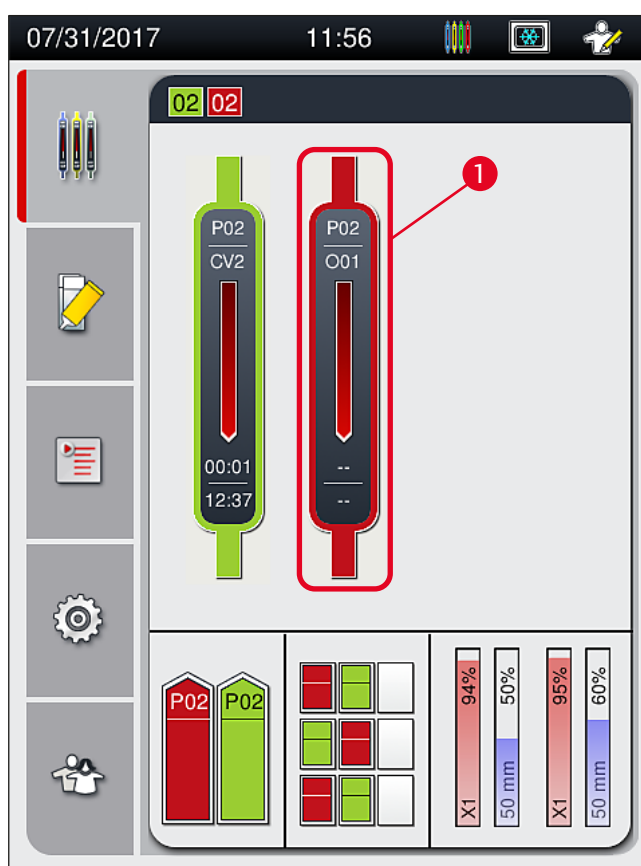
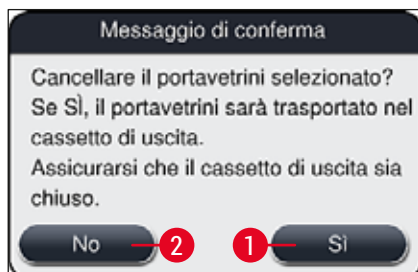

Fig. 78
Fig. 80
- ① È possibile annullare l'operazione di montaggio dei vetrini solo usando la visualizzazione di stato del processo (→ Fig. 78).
Dopo che viene premuto il pulsante **Termina portavetr.** (→ Fig. 79-1) viene visualizzato un messaggio informativo (→ Fig. 80). Confermare l'annullamento con il pulsante **Sì** (→ Fig. 80-1) oppure premere **No** (→ Fig. 80-2) per tornare alla visualizzazione di stato del processo (→ Fig. 78).